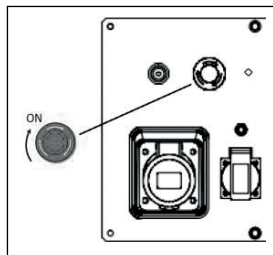

Рис. 11
- Убедитесь, что кнопка аварийной остановки не утоплена, повернув ее по направлению указанному стрелками на ней (Рис. 11).